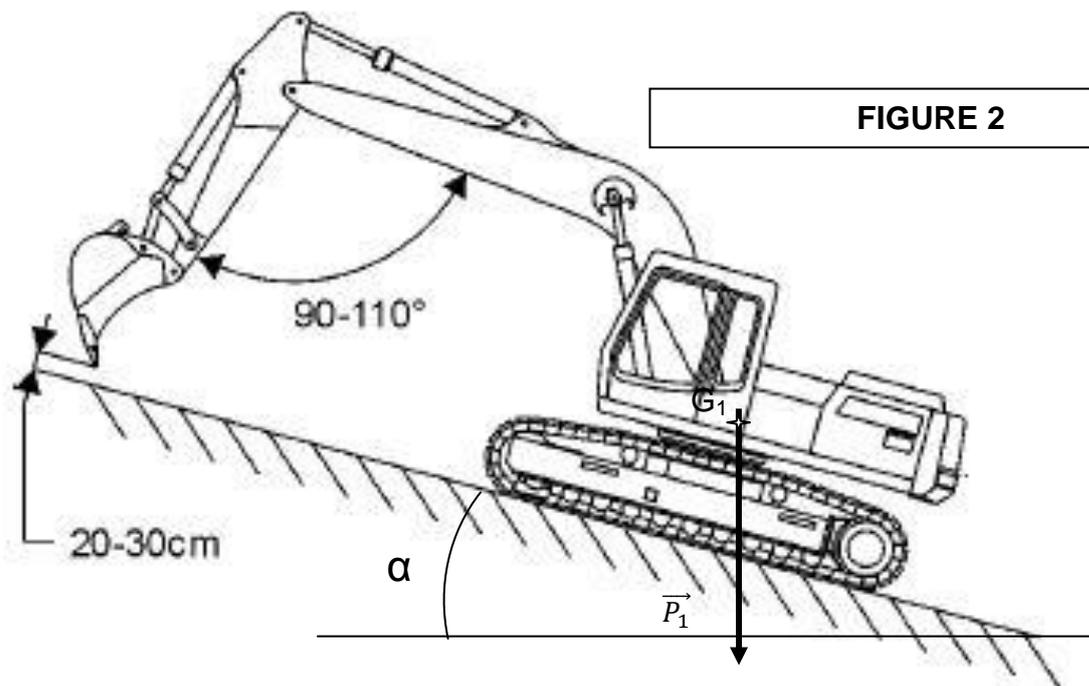

FIGURE 2
**Question 13 :** dans la position de la figure 2 ci-dessus, pour un angle  $\alpha$  de  $17^\circ$ , appliquer le principe fondamental de la statique à l'engin afin de déterminer l'effort tangentiel sur chaque chenille. Le poids  $P_1$  est de 21 000 daN.